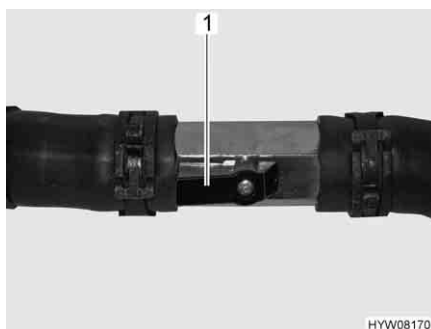

Fig. 106 Rubinetto aperto
- Posizionare la leva (Fig. 106,1) parallelamente alla tubazione (Fig. 106).